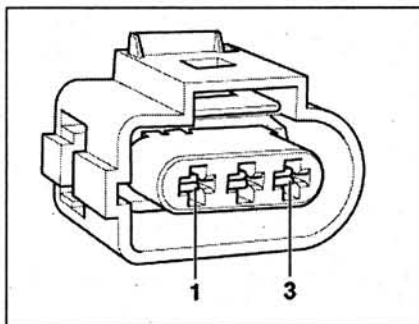

Рис. 3.68. Проверьте провода между тестером и 3-контактным разъемом проводки на обрыв.
- проверьте провода между считывателем и 3-контактным разъемом проводки на обрыв (рис. 3.68): контакт 1 и гнездо 1/04, контакт 2 и гнездо 3/31, контакт 3 и гнездо 3/06. **Сопротивление провода:** макс. 1.5 Ом;